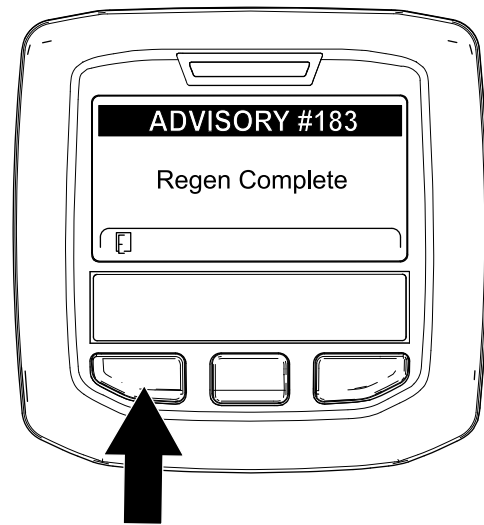

Figura 69
9. Quando il computer del motore completa una rigenerazione parcheggiata o una rigenerazione di recupero, l'InfoCenter visualizza il messaggio ADVISORY #183 (Figura 69). Premete il pulsante sinistro per uscire e tornare alla schermata Home.